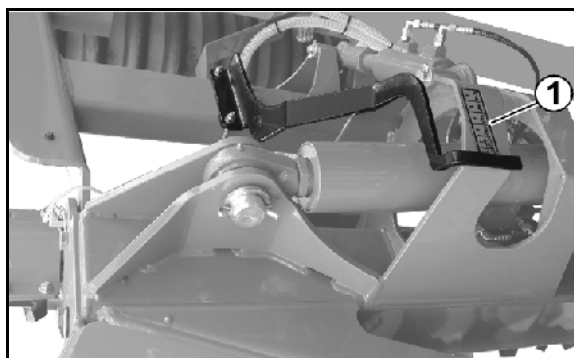

Рис. 37
- Рабочая глубина регулируется гидравлически с помощью шкалы. (Рис. 37/1).